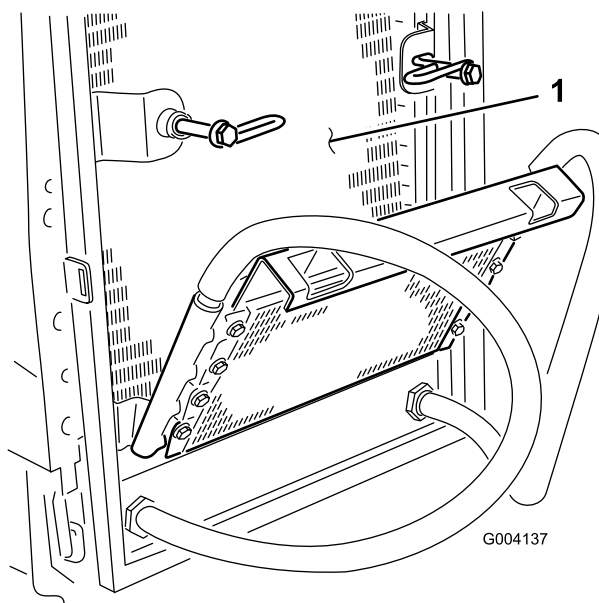

Figura 67
6. Limpe os dois lados do dispositivo de arrefecimento de óleo e o radiador (Figura 67) com ar comprimido.